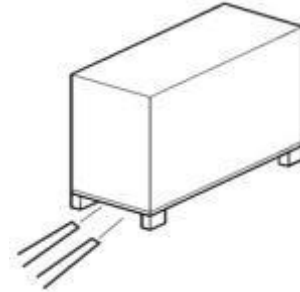

Рис. 25: Транспортировка с помощью вилочного погрузчика
1. → Подвести вилочный погрузчик вилами так, как показано на Рис. 25.